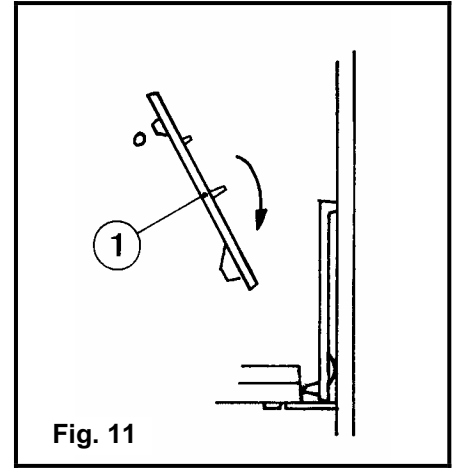

Fig. 11
- laissez descendre la partie arrière du déflecteur ① et le sortir (Fig. 11).